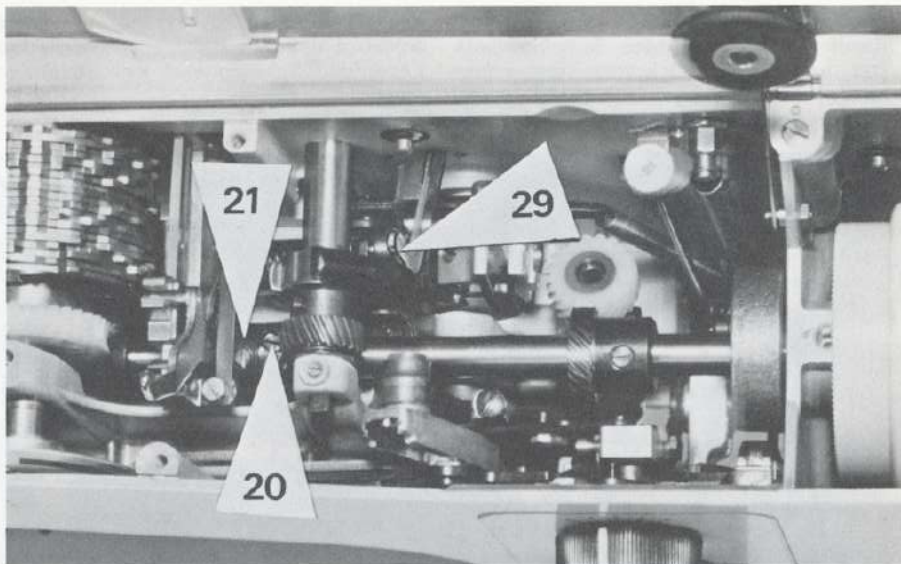

Bild 13
Die beiden Schrauben am Schraubenrad (20) lösen. Mit Hilfe des Schraubenziehers das nun lose auf der Achse sitzende Schraubenrad (20) festhalten, und unter gleichzeitigem Andruck an den Stellring (21) am Handrad drehen, bis die richtige Einstellung gefunden ist. (Bild 13).